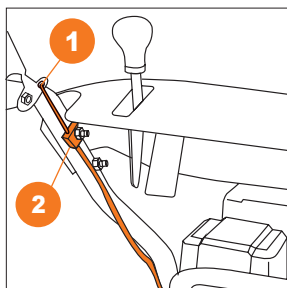

Рис. 10
- Зацепите левый трос привода колес **1** к левой ручке на панели оператора (Рис. 10).
- Закрепите фиксатор рубашки троса **2** к верхнему болту крепления панели оператора (Рис. 10).